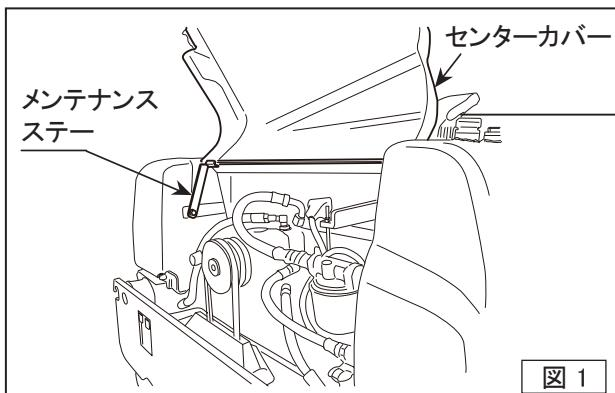

図 1
- センターカバーを開き、メンテナンスステーを回転させ、センターカバーの角に当て固定します。(図1,2)